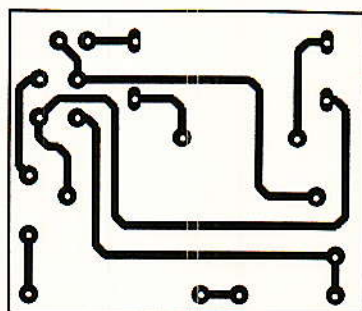

Figure 2
**L**e circuit imprimé de la **figure 2** est prévu pour recevoir un relais OREGA de type 108 RO6 232 (6 V, 1300 ohms). Il ne s'agit pas du modèle le plus courant ni le plus économique, mais il bénéficie d'un excellent isolement.